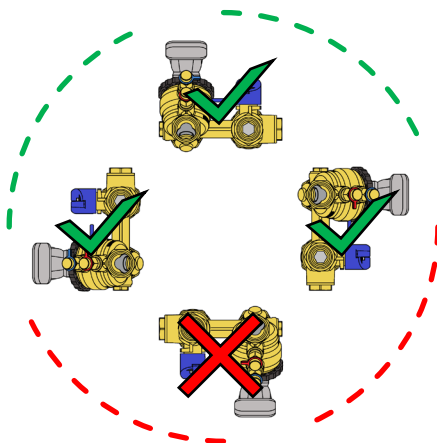

Fig.1
- ⚠ Valvola PICV Evo ~~PICV~~ 91: per ragioni di sicurezza elettrica, nel caso in cui la valvola sia dotata di un attuatore, essa può essere installata solamente in posizione compresa tra il verticale e l'orizzontale. L'installazione in posizione rovesciata va evitata (**Fig.1**);